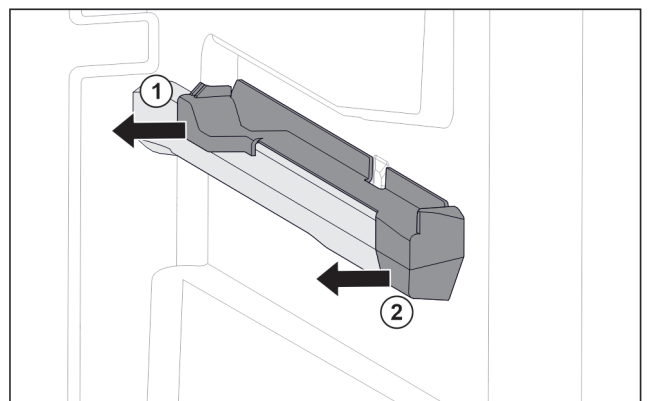

Fig. 122 Násuvný diel na pravom rebre nádoby
- ▶ Stiahnite násuvný diel vzadu do strany. Fig. 122 (1)
- ▶ Stiahnite násuvný diel vpredu do strany. Fig. 122 (2)